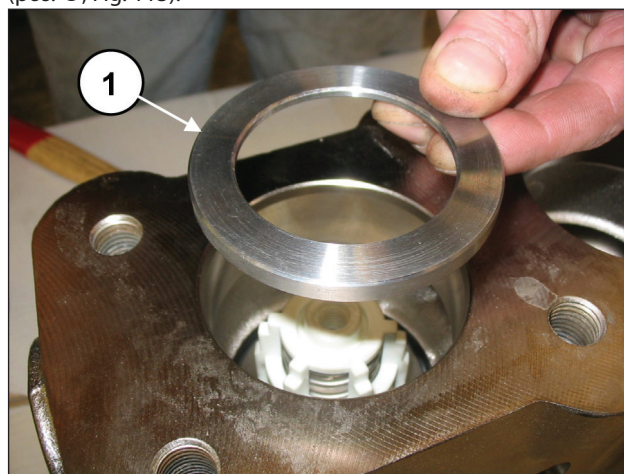
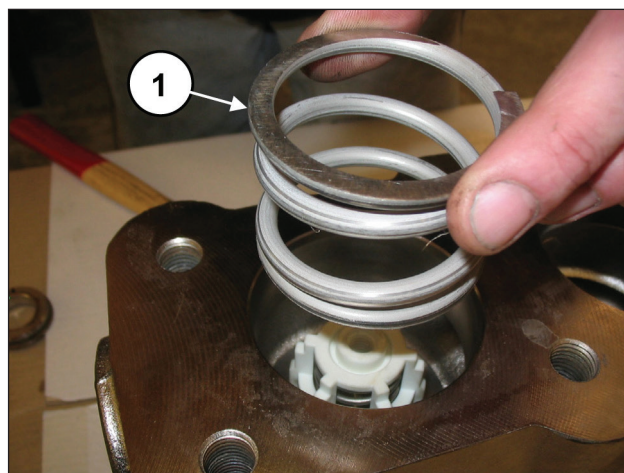

Fig. 112
Fig. 113
Inserire l'anello sede valvola (pos. ①, Fig. 112) e la molla (pos. ①, Fig. 113).